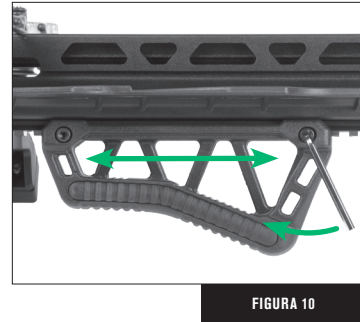

FIGURA 10
**Para ajustar el guardamano** (Parte 9), afloje los dos tornillos del guardamano que se encuentran del lado izquierdo de la ballesta, como se ve en la Figura 10. Una vez suelto, puede deslizar el guardamano hacia adelante o hacia atrás a lo largo del riel picatinny inferior. Cuando haya terminado, apriete los tornillos para fijarlo en su lugar.